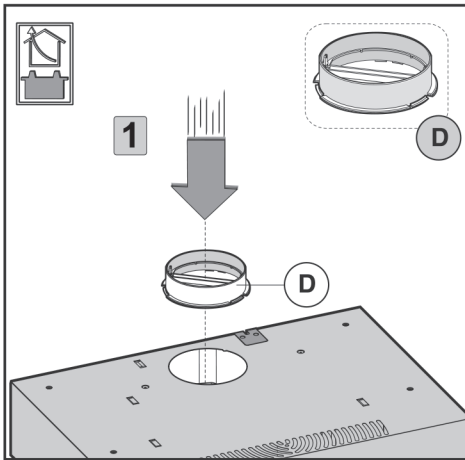

Рис. 6
3. Закройте отверстие выпуска воздуха заглушкой **B**, как указано на рис. 6.